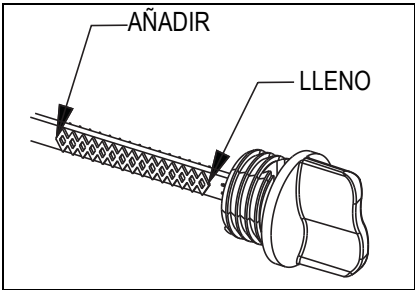

Figura 4-1: Comprobación del nivel de aceite
- 6. Observe el nivel de aceite. El nivel debe estar en la marca "Full" (Completo) de la varilla de medición/tapa de llenado. Vea la Figura 4-1.